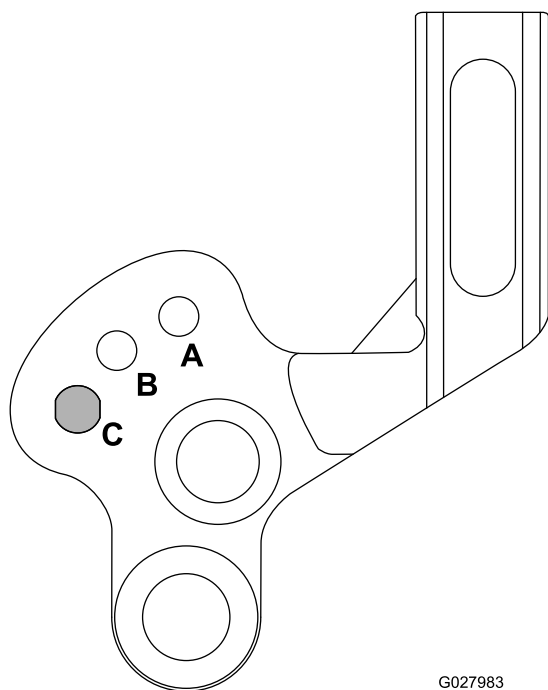

図 20
- B. アームを上げて、または下げて、AまたはBの位置にセットする 図 20。
グルーマを作動させずに刈り込みを行う場合や、現場から現場へ移動する場合には、グルーマのリールを 図 20 に示すように上位置にセットしてください。